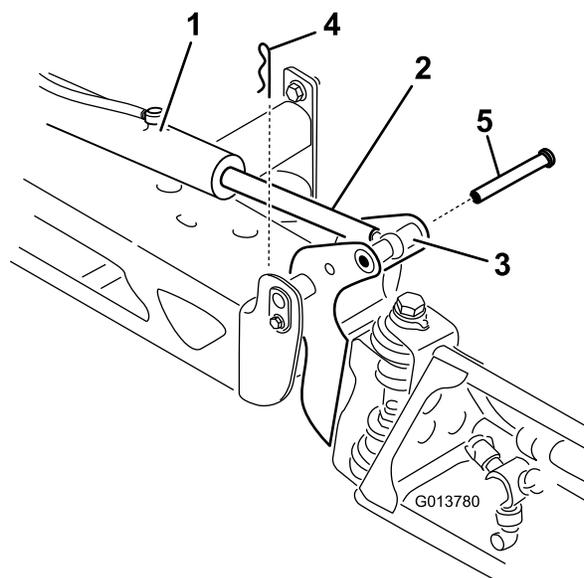

Figura 64
2. Togliete la coppiglia dal perno di articolazione (Figura 64).
3. Sollevate la barra e togliete il perno (Figura 64). Abbassate lentamente la barra a terra..
8. Alzate la barra per allineare il perno con l'asta dell'attuatore. Tenete ferma la barra e inserite il perno attraverso il perno della barra e l'asta dell'attuatore (Figura 64).